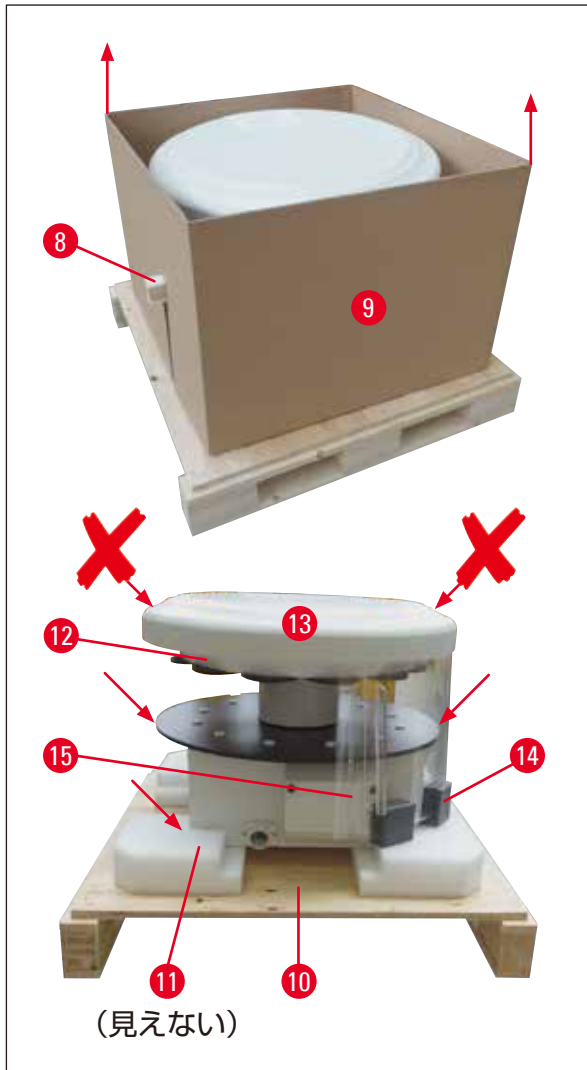

図 11
- 装置を (2人で) 持ち上げるには、試薬コンテナプラットフォームまたはハウジングの下端 (下記をの (→ 図 11), 参照) を持ち、ベースプレート(→ 図 11-10)から持ち上げます。